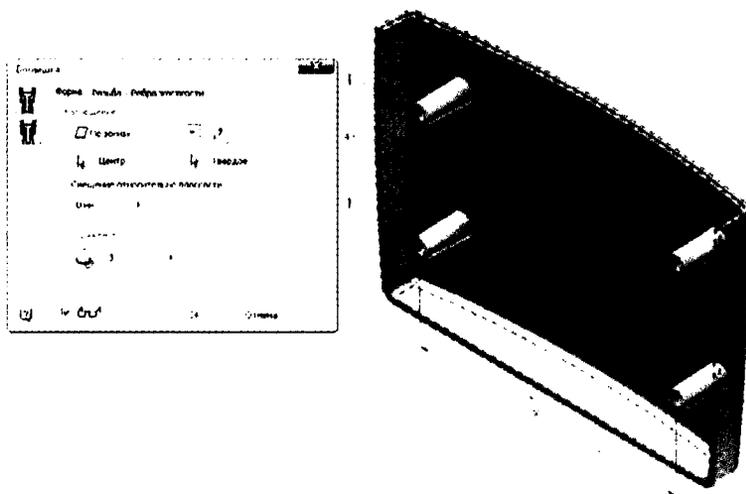

Рис. 9.8. Инструмент Бобышка может автоматически добавлять сопряжения в основании новой бобышки
13. Установите значение сопряжения **3** (рис. 9.8), затем нажмите **ОК**, чтобы разместить новый элемент.